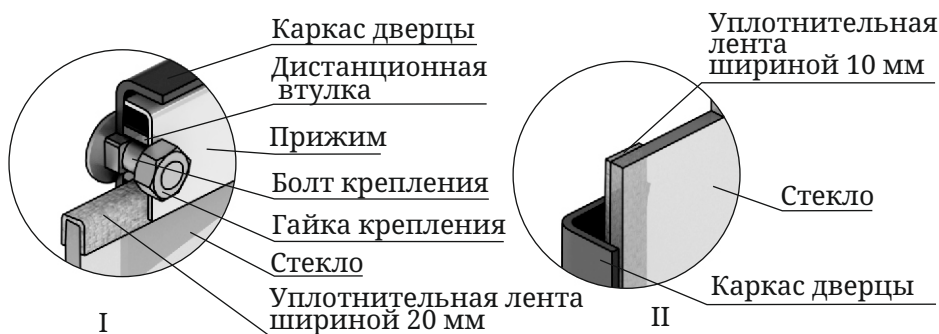

Рисунок 20. Крепление светопрозрачного экрана дверцы модификации «Витра»
1. Отверните две гайки, фиксирующие прижим (рисунок 20.I), демонтируйте его и дистанционные втулки.
3. Возьмите новое стекло. Если на нем нет уплотнительных лент, наклейте их: лента шириной 20 мм наклеивается сверху и снизу стекла «П»-образно (рисунок 20.I), лента шириной 10 мм наклеивается вертикально, вдоль боковых сторон стекла (рисунок 20.II).
4. Вставьте стекло в упор, при этом лента, наклеенная с боковых сторон (вертикальная), должна быть зажата между стеклом и каркасом дверцы (рисунок 20.И).
Внимание! Гайки, фиксирующие прижим, накручиваются на болты крепления через дистанционные втулки (рисунок 20.И).